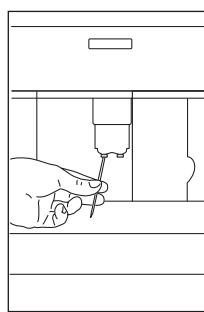

Fig. 34
- Vérifier régulièrement que les trous dans le bec à café ne sont pas bloqués. Si nécessaire, retirer les dépôts de café avec un cure-dent (Fig. 34).